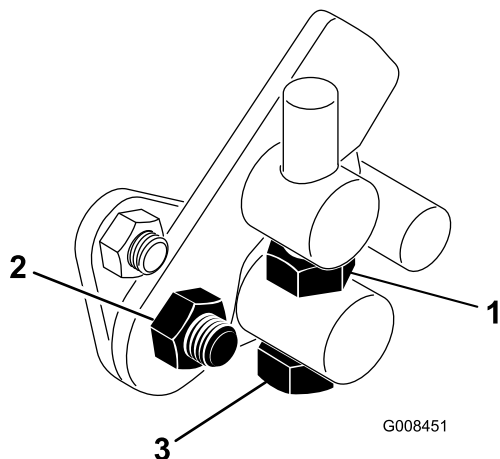

Figure 44
1. Desserrez l'écrou de blocage sur le boulon de tourillon (Figure 44).
4. Serrez l'écrou de blocage sur le boulon de tourillon et l'écrou sur le pivot de la pédale pour bloquer le réglage (Figure 44). Vérifiez le réglage et ajustez-le si nécessaire.
1. Retirez l'écran du radiateur (Figure 44).